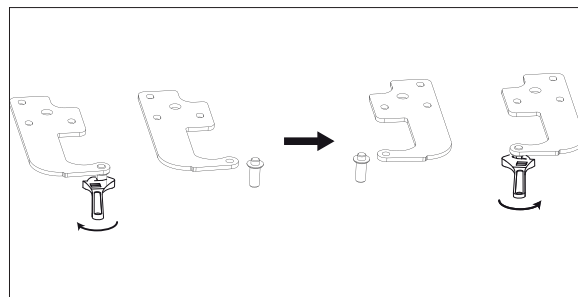

Afb. 10
- ▶ Draai de twee bevestigingsschroeven van de scharnierplaat los en verwijder het scharnier van de deur van het vriesgedeelte (7) (afb. 10).